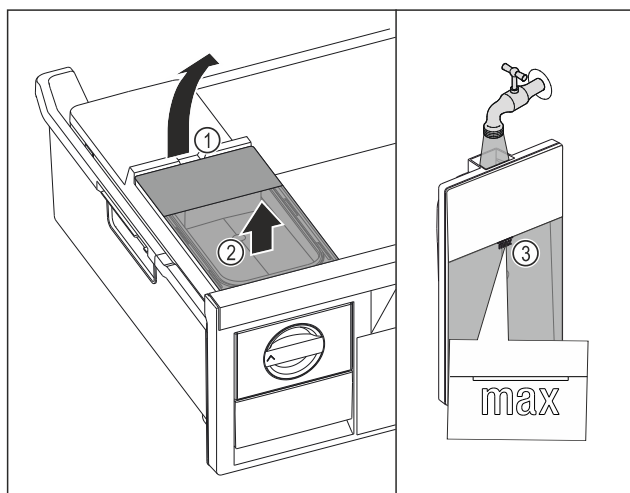

Fig. 103
- Sollevare il serbatoio dell'acqua dalla cavità Fig. 103 (1).
- Rimuovere il serbatoio dell'acqua estraendolo verso l'alto. Fig. 103 (2)
- Riempire il serbatoio dell'acqua con acqua potabile fino al contrassegno Fig. 103 (3).